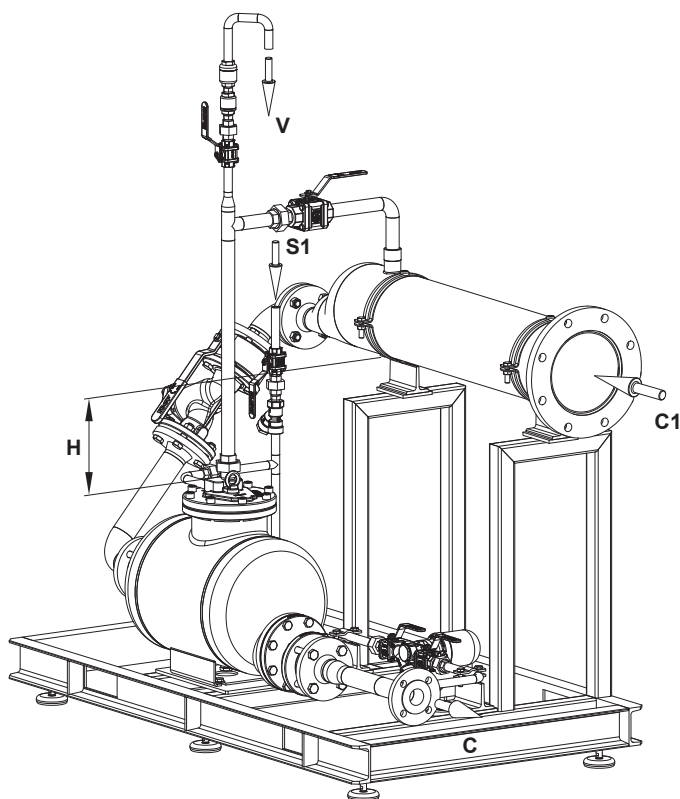

Fig. 1
Observación: La altura de llenado "H" se muestra en la Fig. 1.
7. Altura de llenado disponible (H), en mm, o cualquier otra dimensión que permita determinarla. Véase la Fig. 1.